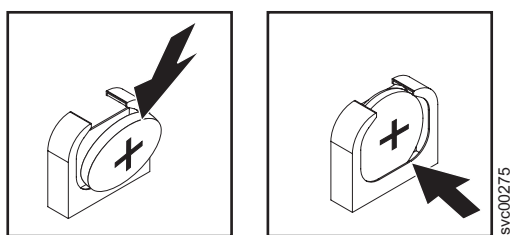

図 138. SAN ボリューム・コントローラー 2145-8G4 CMOS バッテリー・ホルダー
- b. バッテリーを下に押し、所定の場所でカチッと音を立てるまでソケットに入れます。図 138 に示すように、バッテリー・クリップがバッテリーを確実に保持するようにします。